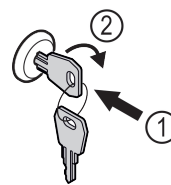

Fig. 110
- ▶ Introducir la llave Fig. 110 (1).
- ▶ Girar la llave 90° en el sentido de las agujas del reloj Fig. 110 (2).